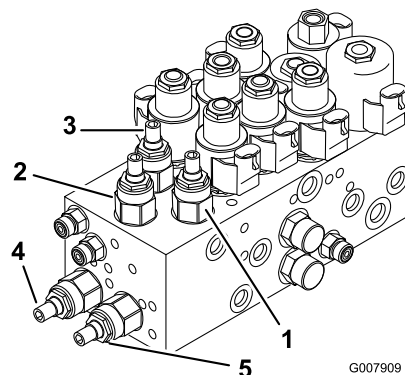
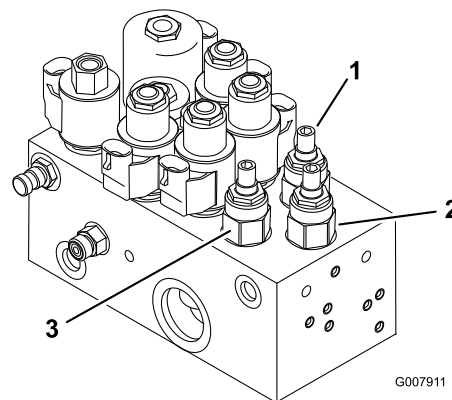

Figura 86
Figura 87
1. Localize as válvulas, no colectador de elevação, para ajustar a(s) unidade(s) de corte desejada(s) (Ver tabela e Figura 86 e Figura 87).